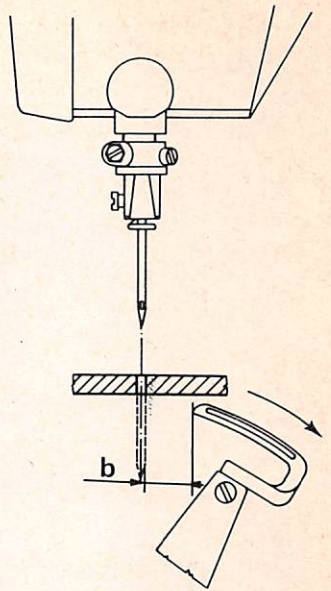
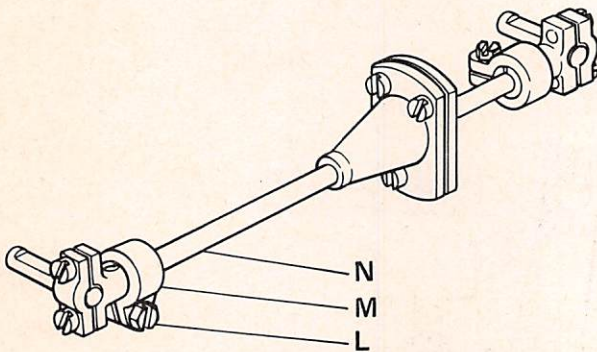

Fig. 15
Fig. 16
1. Per ottenere la quota 'c' fig. 15 portare il crochet tutto a destra, allentare la vite L della fascetta M e agire sul tirante N della biella (fig. 16) sino ad ottenere la quota prescritta dalla tabella di fase.
1. To obtain distance "b" (fig. 15) bring looper fully to the right, slacken screw L of sleeve collar M and adjust stay-rod N of connecting rod (fig. 16) until the distance indicated in setting table is obtained.